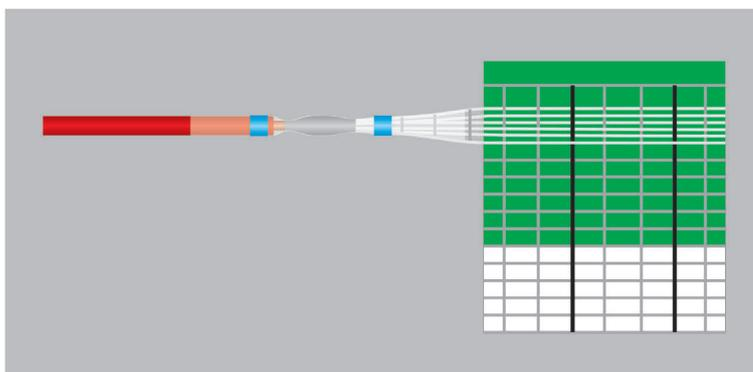

Рис. 6
7. Пример соединения после завершения термоусадки гильзы (см. рис. 6).